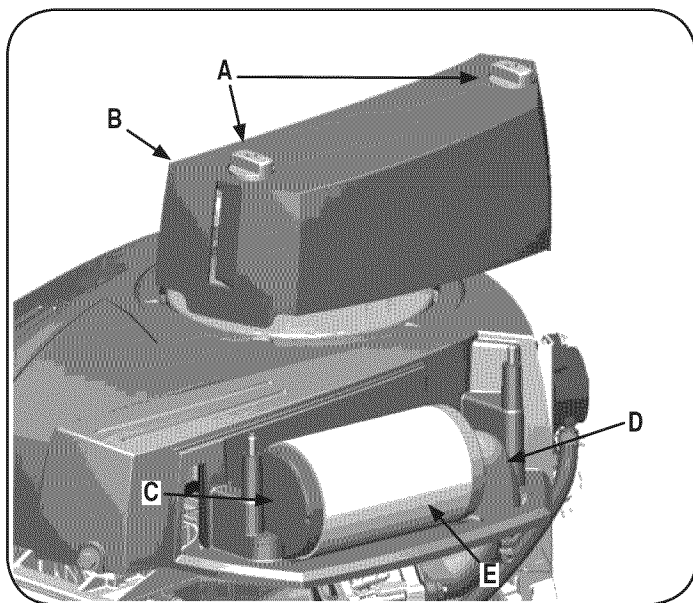

Figura 14
1. Retire los sujetadores (A) y el filtro de aire (B). Ver Figura 14.
2. Para quitar el filtro (C), levante el extremo del filtro y luego tire el filtro fuera de la ingesta (D).